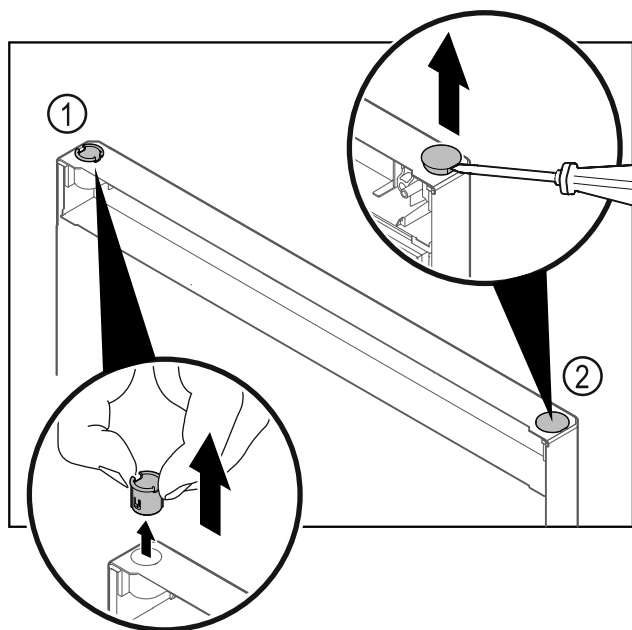

Fig. 17 Puerta del compartimiento frigorífico
- Extraer el casquillo de bisagra Fig. 17 (1) con los dedos.
- Levantar cuidadosamente el tapón Fig. 17 (2) con un destornillador para tornillos de cabeza ranurada y extraerlo.